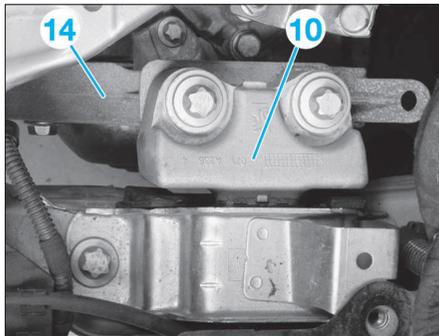

FIG. 6
- Déposer le support gauche (10) de la boîte de vitesses (Fig.6).
- Déposer les vis de fixation de la platine (14) du support de boîte de vitesses sur le carter de boîte de vitesses (Fig.6).